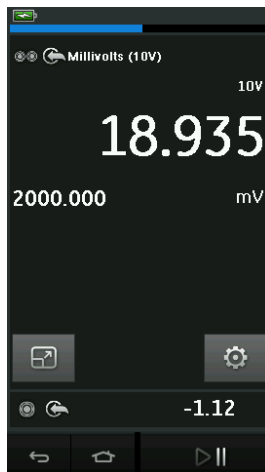

Abbildung 2-16: Kalibratorfenster – erweiterte Ansicht
- Abbildung 2-16 zeigt eine erweiterte Ansicht des ausgewählten Kanals, während die verbleibenden Kanäle minimiert sind.